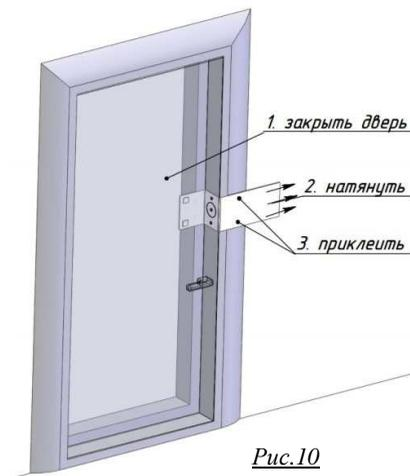

Рис.10
5. Закройте дверь. Снимите защитную пленку с липкой ленты «2» (см. рис.10).